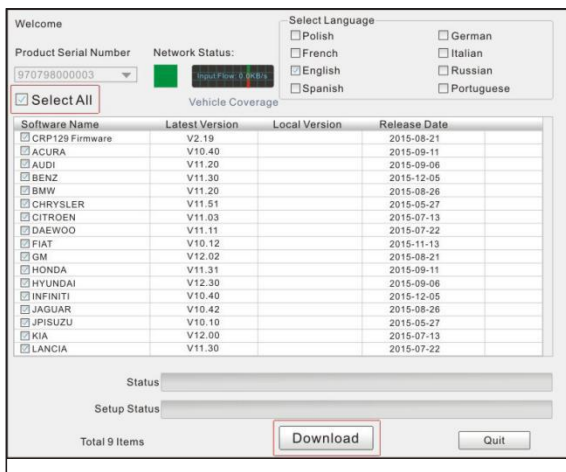

Figure 7-6
10. Rouvrez la suite de mises à jour FX2000 et sélectionnez les mises à jour que vous souhaitez effectuer ou cliquez sur [Tout sélectionner] puis sur [Télécharger]. (Figure 7-6)